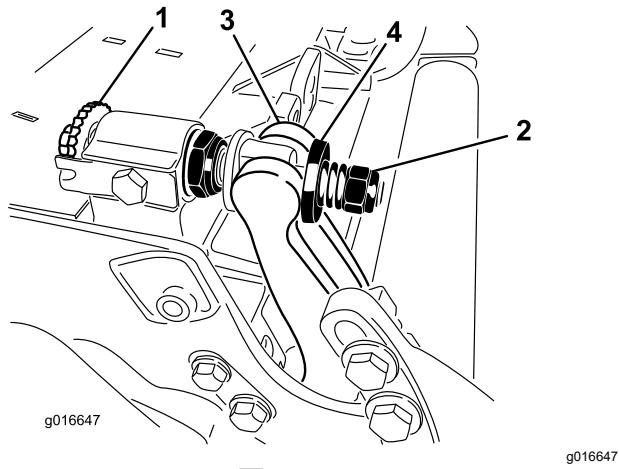

図 23
- ベッドバー調整ねじを左に回して下刃とリールの接触を完全にななくす図 23。
- スプリングテンションナットをゆるめて、ワッシャがベッドバーを全く押さないようとする図 23。